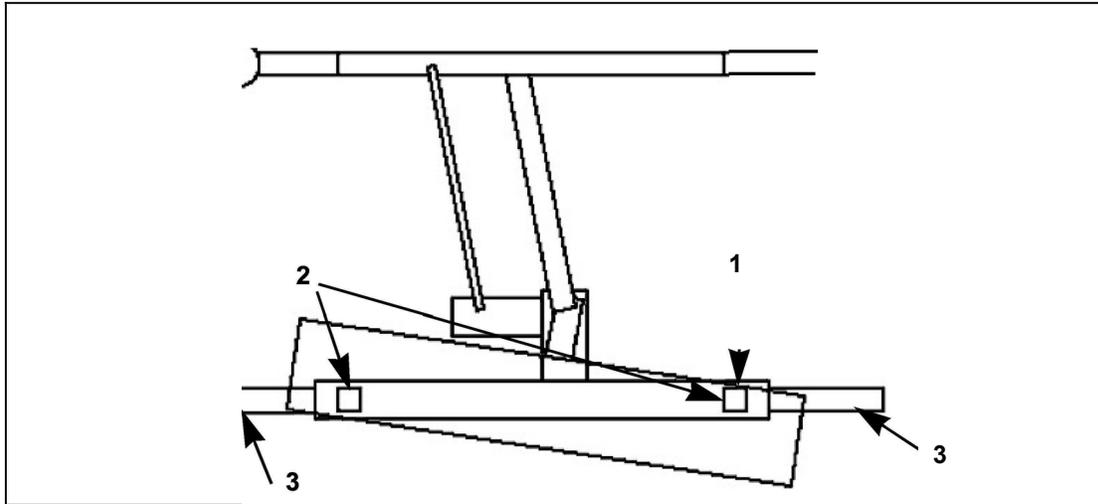

Fig. 26: Ajuste del alineador
3. Si es necesario, ajuste el alineador situado en la superficie delantera principal (1, Fig. 26) a la guía correcta de la banda transportadora.
4. Afloje los tornillos de fijación (2, Fig. 26), que fijan el tubo telescópico (3, Fig. 26).
5. Mueva la superficie delantera principal (1, Fig. 26) lo máximo posible en la dirección en la que se pretende mover la banda transportadora.
6. Vuelva a apretar los tornillos de fijación (2, Fig. 26).